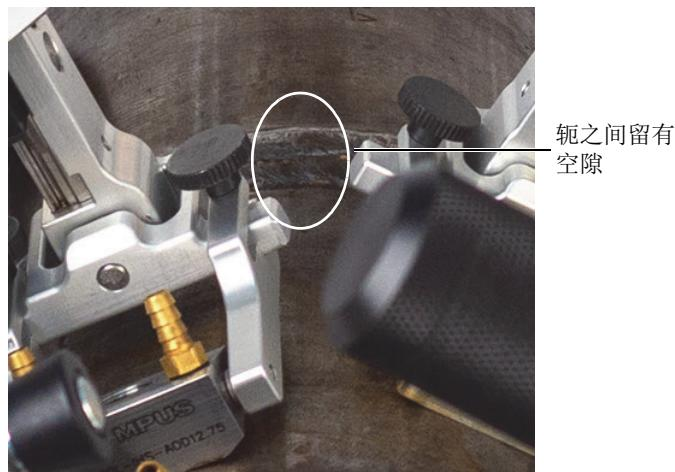

图 2-4 轼不应互相接触
5. 在较小的管道上使用HSMT-Flex扫查器时，需确认轭没有互相接触（参见第38页的图 2-4）。